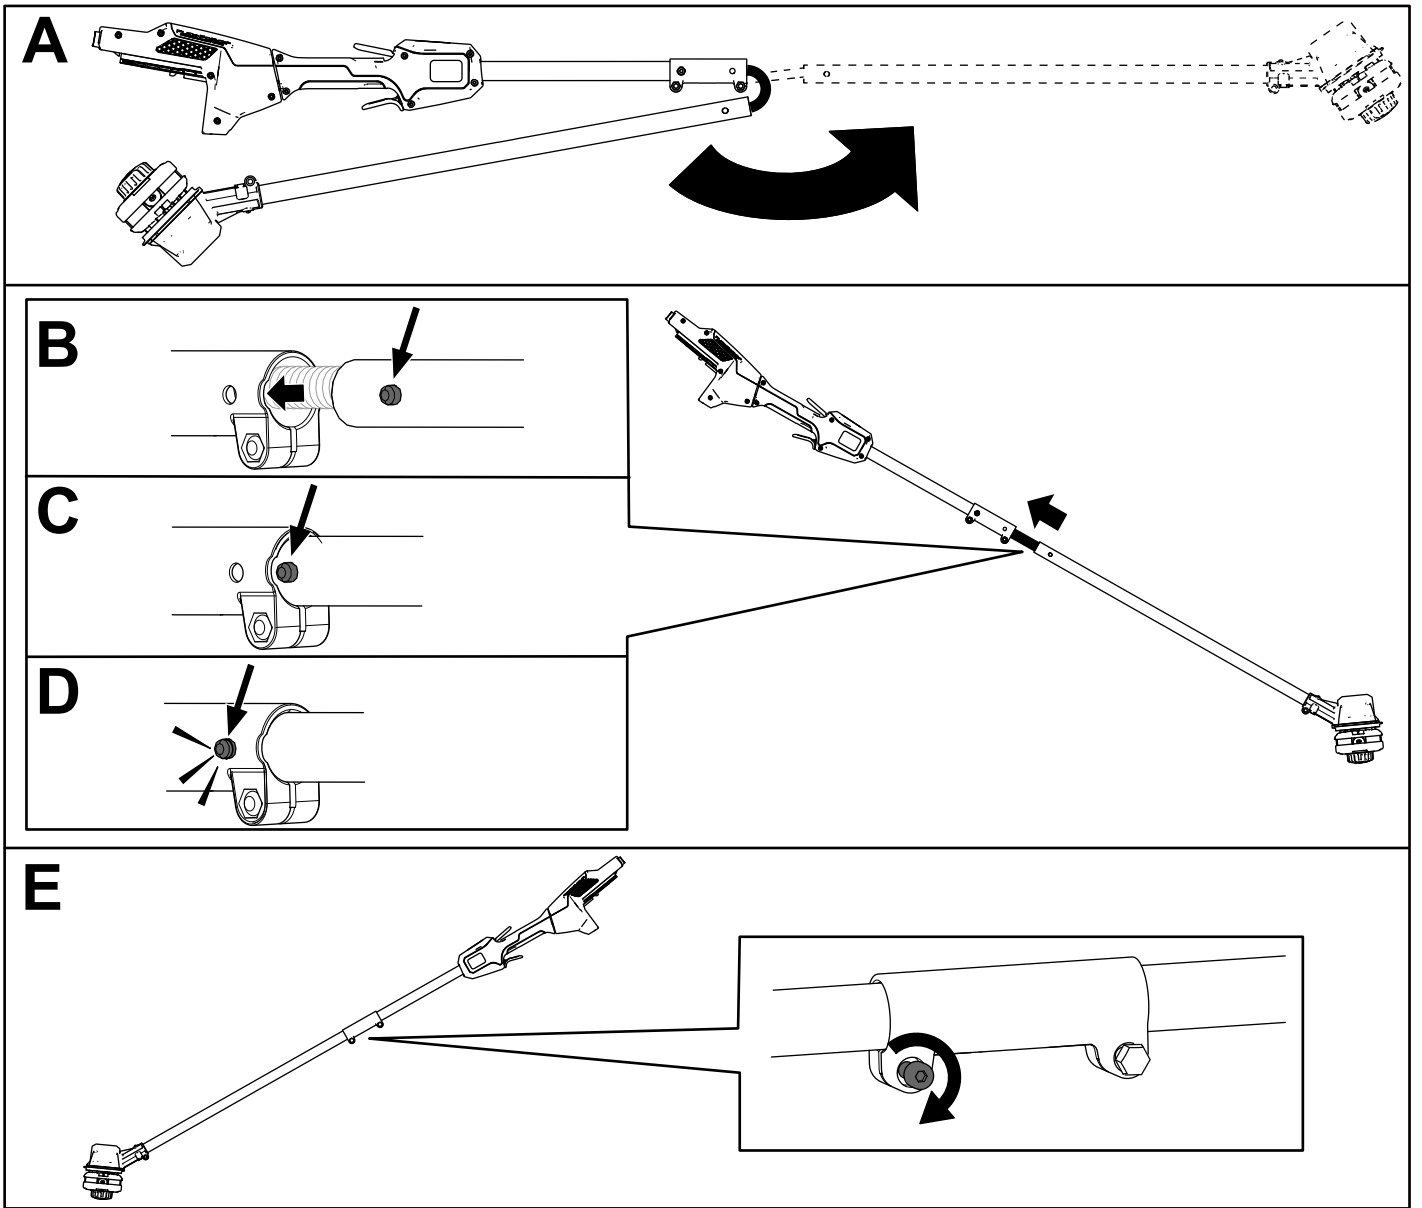

Figura 1
1. Despliegue el eje (Figura 1, A).
2. Alinee el botón de bloqueo del eje inferior con el orificio alargado del eje superior y junte los dos ejes (Figura 1, B y C).
**Nota:** El botón de bloqueo hace clic en el taladro alargado cuando ambos ejes están sujetos (Figura 1, D).
3. Usando la llave allen suministrada, apriete el tornillo del conector del eje hasta que quede firme (Figura 1, E).